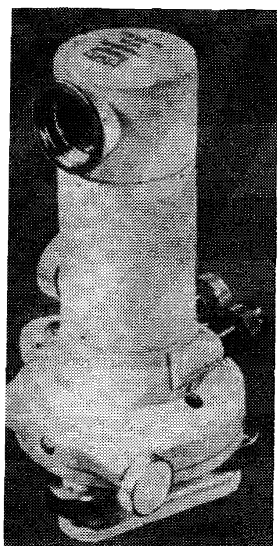

рис. 19. Нивелир Ni-D1
3.16. Нивелиры Ni-D1 (рис. 19) и Ni-D2 предназначены для производства геодезических работ в строительстве, могут использоваться при производстве технического нивелирования.